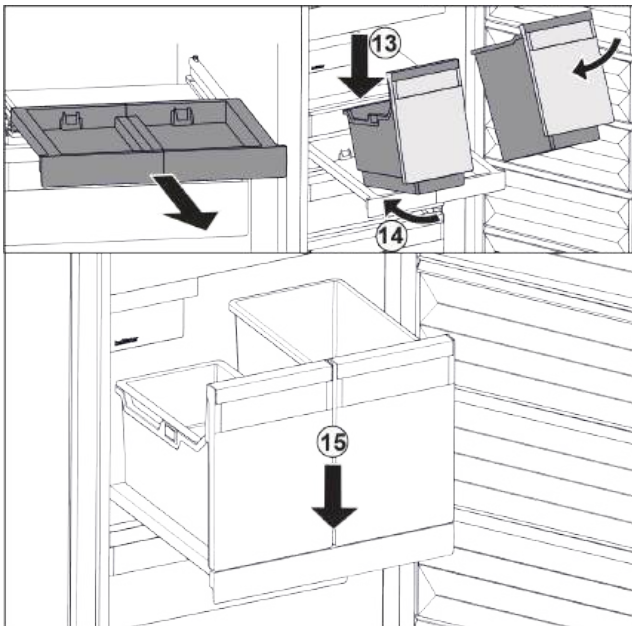

Fig. 86
- Behälter schräg auf das Auszugsbord aufsetzen. Fig. 86 (13)
- Behälter schräg nach hinten einschieben. Fig. 86 (14)
- Behälter vorne absetzen. Fig. 86 (15)